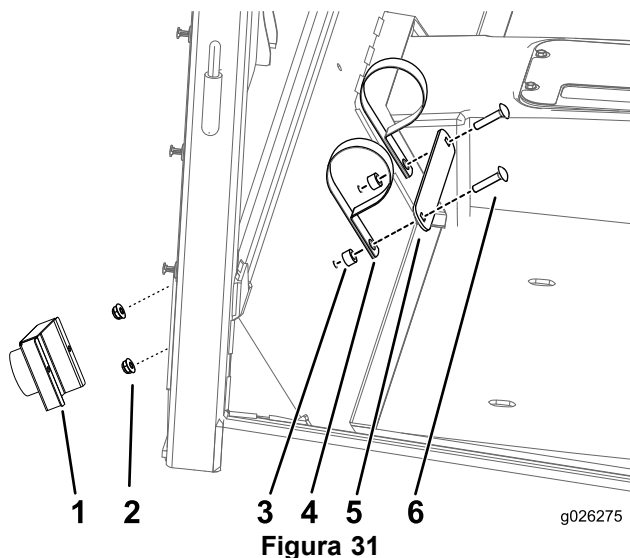

Figura 31
1. Instale el tubo del manual del operador, según se muestra en Figura 31.